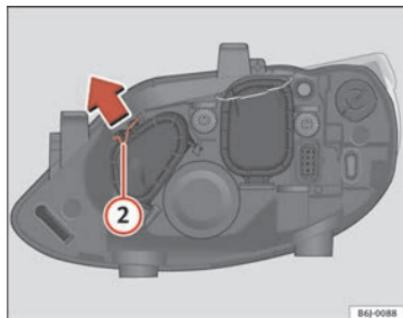

Fig. 137 Luz de carretera
- Desplace el tirante (2) en el sentido de la flecha y saque la tapa ⇒ fig. 137.